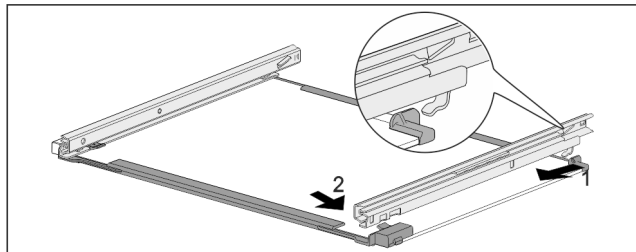

Fig. 78 Стекла́нная пластина с направляющими
- ▶ Зацепите направляющую сзади. Fig. 78 (1)
- ▶ Защелкните направляющую спереди. Fig. 78 (2)